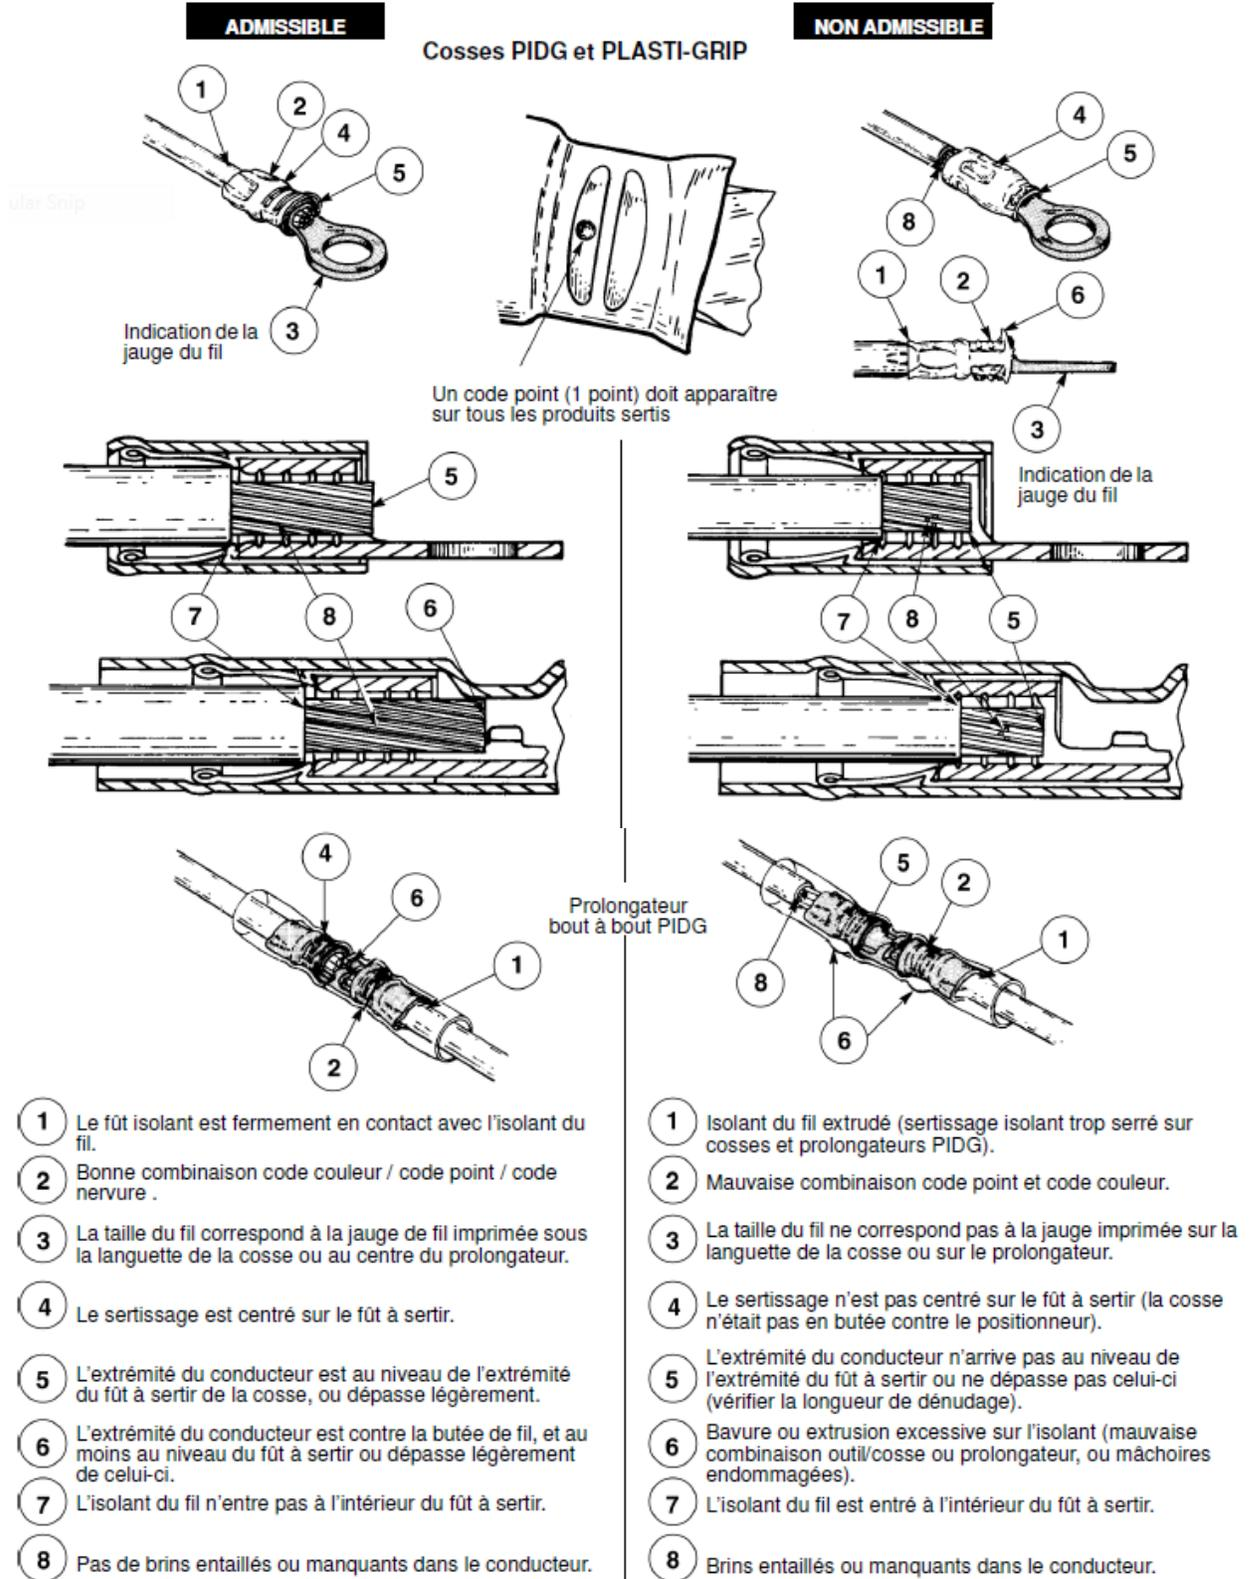

Figure 7
8. Contrôler le sertissage pour s'assurer qu'il est bien conforme aux Figure 7 et 8. Les cosses qui ne remplissent pas les conditions NE doivent pas être utilisées.
8. Contrôler le sertissage pour s'assurer qu'il est bien conforme aux Figure 7 et 8. Les prolongateurs qui ne remplissent pas les conditions NE doivent pas être utilisés
8. Contrôler le sertissage pour s'assurer qu'il est bien conforme aux Figure 7 et 8. Les capuchons qui ne remplissent pas les conditions indiquées NE DOICENT PAS être utilisés.